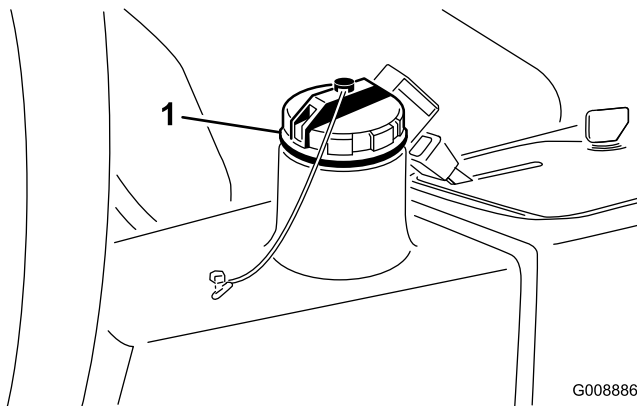

図 64
3. 油圧オイルタンク (図 64) に約 13.2 リットルのオイルを入れる；「油圧システムを点検する」を参照。